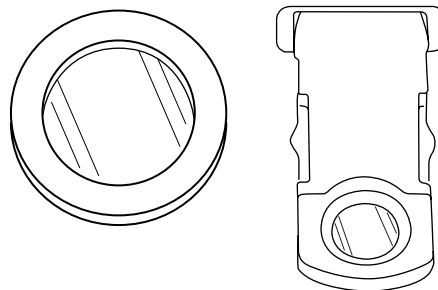

Рис. 17. Устройство простой поляризации
- Установите рукоятку переключения светового потока **4** в положение для наблюдения через окуляры. Наблюдая объект через окуляры, найдите отличительную точку в поле зрения (легко идентифицируемую цель, такую как точка **S** на рис. 17 а), переместите объект на предметном столике так, чтобы данная точка находилась в центре поля зрения, как показано на рис. 17 б. Для этой процедуры вместо обычного препарата удобно использовать специальный калибровочный слайд с перекрестием, а вместо обычного окуляра – окуляр с перекрестием.